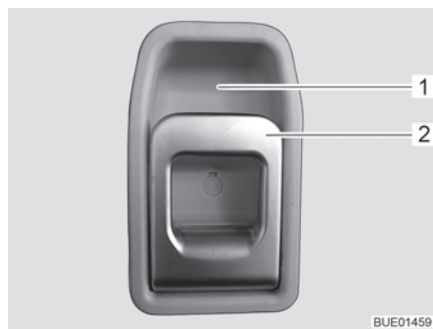

Fig. 35 Serratura della porta di ingresso, lato interno
- Apertura:** ■ Tirare la maniglia (Fig. 35,2). La serratura della porta si sblocca.
- Bloccaggio:** ■ Premere la maniglia (Fig. 35,2) in alto verso l'impugnatura (Fig. 35,1).